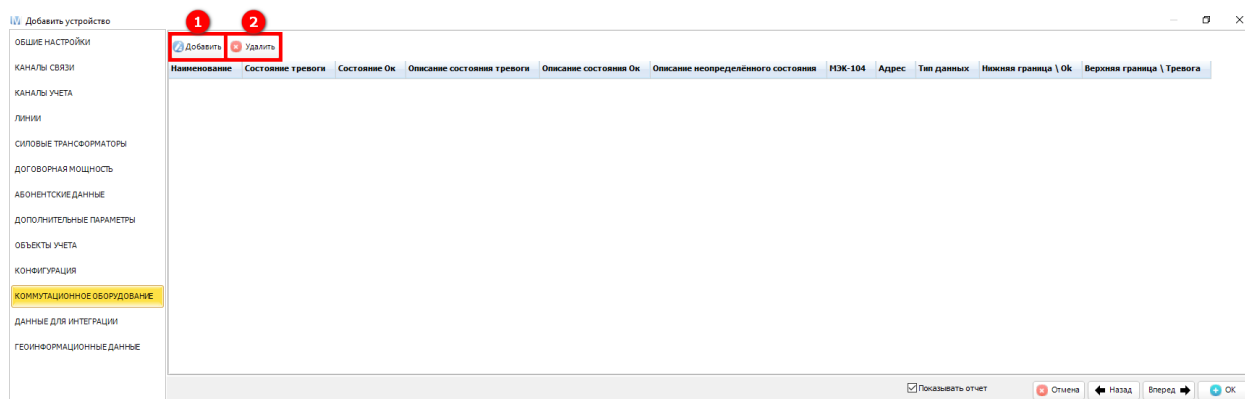

Рисунок 323 – Параметры устройства – Коммутационное оборудование
Для добавления коммутационного оборудования необходимо нажать на кнопку **Добавить** (1) (см. рисунок 323). Далее внести номер коммутационного входа, наименование (при необходимости), и выбрать из раскрывающегося списка состояние (разомкнуто или замкнуто) при корректном (нормальном) функционировании оборудования и в случае возникновения изменений в работе оборудования.